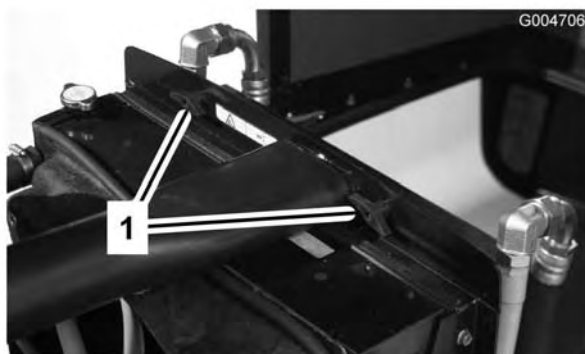

Figura 61
2. Togliete le manopole (Figura 61) che fissano il radiatore dell'olio al telaio.